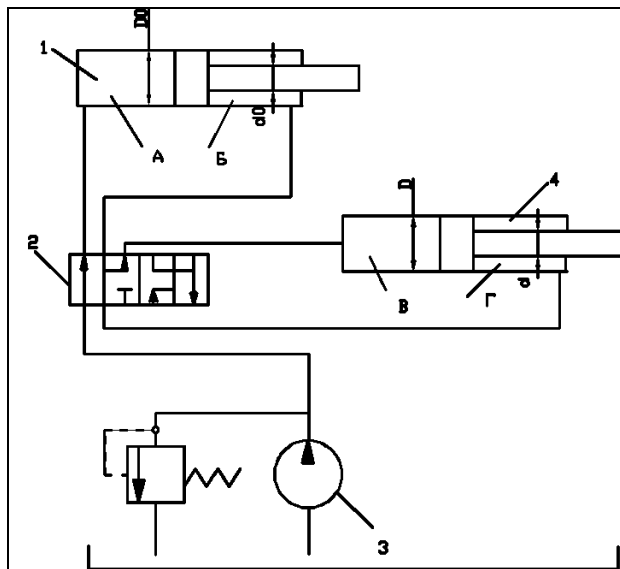

Рисунок 17
17. В объемном гидроприводе (рис. 17) используются гидроцилиндры 1 и 4 с манжетным уплотнением поршня и штока и расчетными диаметрами  $D_0 = 140$  мм,  $d_0 = 60$  мм,  $D = 100$  мм,  $d = 40$  мм. Насос 3 создает давление  $p_n = 10$  МПа. Пренебрегая утечкой масла в гидроаппаратуре, определить подачу  $Q_n$ , развиваемую насосом 3, и потребляемую им мощность  $N_n$ , когда поршень гидроцилиндра 4 перемещается вправо со скоростью  $v = 5$  м/с. Общий КПД насоса  $\eta_n = 0,8$ .